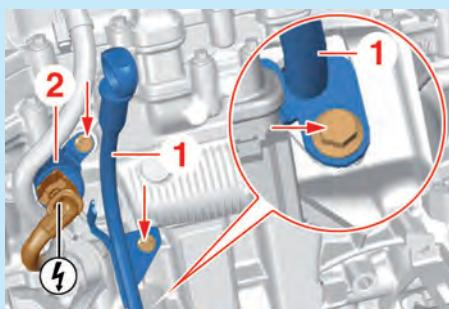
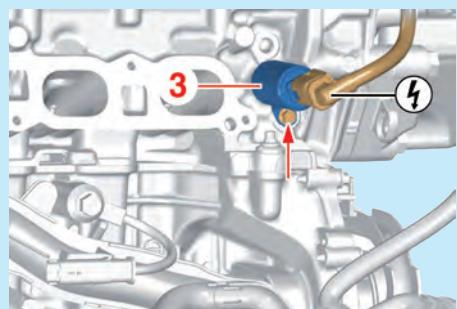

Fig.1
Fig.2
- Déposer (Fig.1) :
- le guide (1) de jauge à huile,
- l'électrovanne (2) de déphasageur d'arbre à cames d'échappement.
- Déposer l'électrovanne de déphasageur d'arbre à cames d'admission (Fig.2).